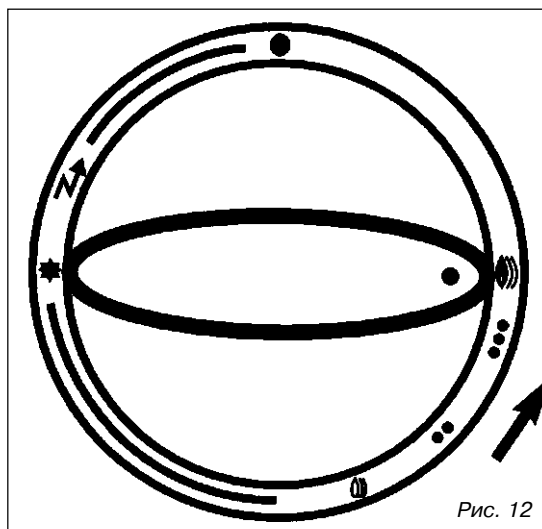

Рис. 12
- Когда запальная горелка воспламенится, подержать ручку несколько секунд в положении "⚙️" для установления рабочего состояния термопары системы защиты, а затем перевести ручку (поворачивая её по-прежнему в направлении стрелки) в положение между метками "🌀" и "🌀" (рис. 12).